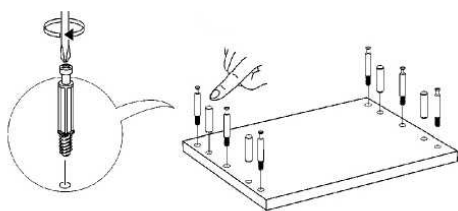

Рис. 3 - Установка шкантов и штоков эксцентриков
2.1 Ввинтите в боковые стенки (3,4), в перегородку (6,7) штоки эксцентриков, а также вставьте шканты. (Рис.3).